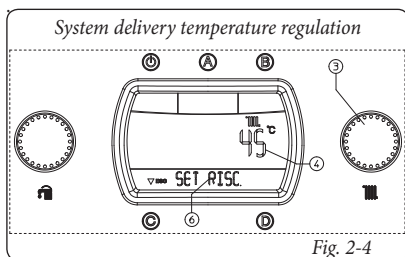

Fig. 2-4
- Зима (2):** При този режим на работа, топлогенераторът работи както при загряване на санитарната топла вода така и при отопление на помещението. Температурата на санитарната топла вода се регулира единствено от ключа (1), температурата на отопление се регулира единствено от ключ (3)
means of the indicator (4) and the "SET HEAT" indication appears (Fig. 2-4). By turning the selector switch (3) in a clockwise direction the temperature increases and in an anti-clockwise direction it decreases.